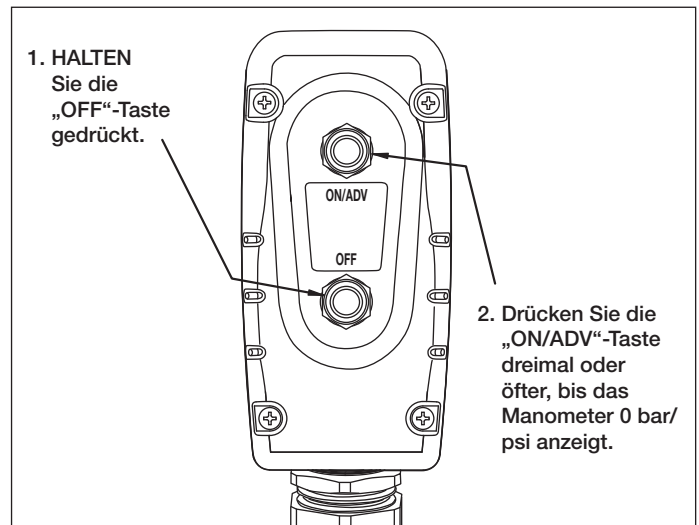

Abb. 7, Verringern des Drucks (mithilfe der Fernbedienungstasten)
- Halten Sie die „OFF“-Taste gedrückt. Siehe Abb. 7.
- Halten Sie die „OFF“-Taste weiterhin gedrückt und drücken Sie die „ON/ADV“-Taste dreimal oder öfter, bis das Manometer null (0) bar/psi anzeigt. Die Schläuche können jetzt entfernt werden.